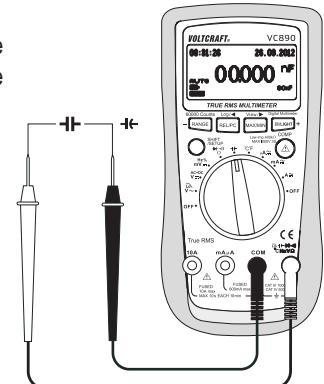

Fig. 8
2. Insérez le cordon de mesure rouge dans la douille de mesure °CHzVΩ (7), le cordon de mesure noir dans la douille de mesure COM (8) (Fig. 8).